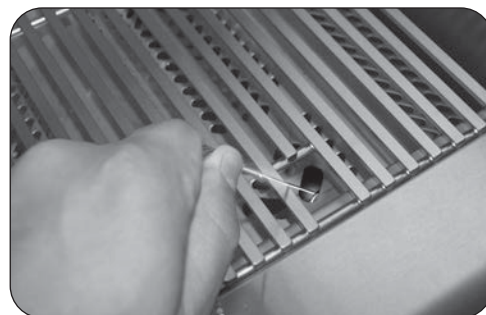

Fig. 26-3 - Éclairage manuel
**ATTENTION:** Attendez toujours cinq (5) minutes le gaz pour se dégager après que n'importe quelle tentative non réussie d'éclairage.
2. Insérez soit un brûlant long baril briquet au butane, un match à longue tige de brûlure, ou une allumette en feu détenues par un titulaire d'extension de fil (Fig. 26-2) À travers les grilles de cuisson du brûleur (Fig. 26-3). Pour backburners, maintenez la flamme contre le matériau perforé de la veilleuse.
4. Si le brûleur ne se allume pas dans les cinq (5) secondes de tourner le bouton de commande, enfoncez immédiatement le bouton et tournez la valve à **AU LOIN**. **ATTENDEZ CINQ (5) MINUTES** avant de répéter les étapes 2 à 4 des instructions manuelles d'éclairage.